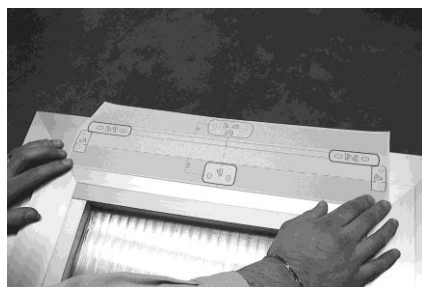

Рисунок 9
- R. Приклеить шаблон к оконной раме (неподвижная часть). Следите, чтобы ось шаблона совпадает с центральной точкой, нанесенной ранее (Рис. 9). *Внимание: в некомпланарных оконных рамах обрежьте серую часть шаблона по зеленой линии и приклейте на подвижную часть рамы, удерживая ее аналогичном исходном положении для оси X.*